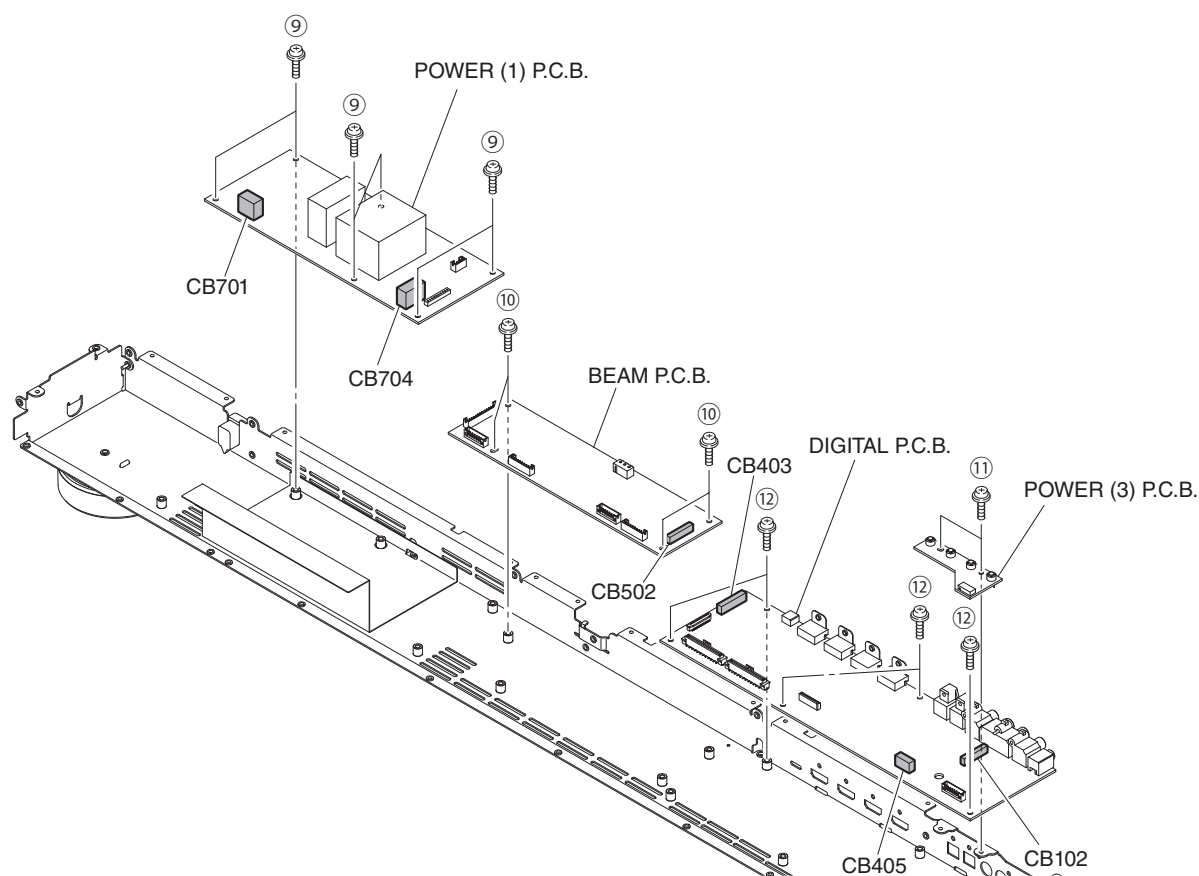

Fig. 4
6. Removal of POWER (1) P.C.B.
- Remove 6 screws (⑨). (Fig. 4)
- Remove CB403 and CB704. (Fig. 4)
- Remove the POWER (1) P.C.B. (Fig. 4)
- Remove 4 screws (⑩). (Fig. 4)
- Remove CB502. (Fig. 4)
- Remove the BEAM P.C.B. (Fig. 4)
8. Removal of POWER (3) P.C.B.
- Remove 2 screws (⑪). (Fig. 4)
- Remove CB405. (Fig. 4)
- Remove the POWER (3) P.C.B. (Fig. 4)
- Remove 5 screws (⑫). (Fig. 4)
- Remove CB102 and CB404. (Fig. 4)
- Remove the DIGITAL P.C.B. (Fig. 4)
6. POWER (1) P.C.B. の外し方
- ⑨ のネジ 6 本を外します。 (Fig. 4)
- CB403、CB704 を外します。 (Fig. 4)
- POWER (1) P.C.B. を外します。 (Fig. 4)
- ⑩ のネジ 4 本を外します。 (Fig. 4)
- CB502 を外します。 (Fig. 4)
- BEAM P.C.B. を外します。 (Fig. 4)
8. POWER (3) P.C.B. の外し方
- ⑪ のネジ 2 本を外します。 (Fig. 4)
- CB405 を外します。 (Fig. 4)
- POWER (3) P.C.B. を外します。 (Fig. 4)
- ⑫ のネジ 5 本を外します。 (Fig. 4)
- CB102、CB404 を外します。 (Fig. 4)
- DIGITAL P.C.B. を外します。 (Fig. 4)